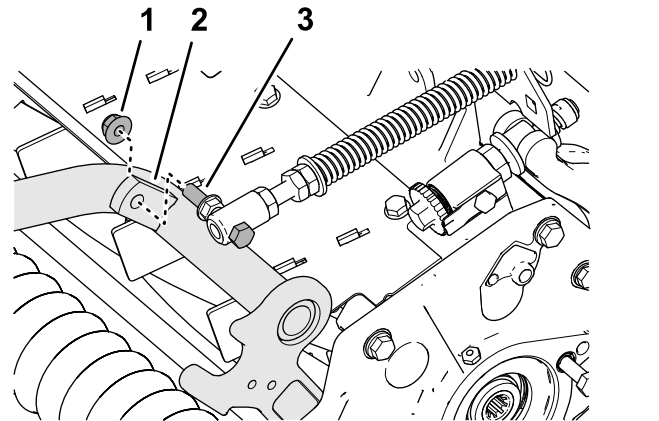

Figura 20
4. Monte o parafuso de fixação da mola de compensação da relva na aba direita da estrutura da carroçaria (**Figura 20**) com a porca de bloqueio flangeada (3/8 pol.).